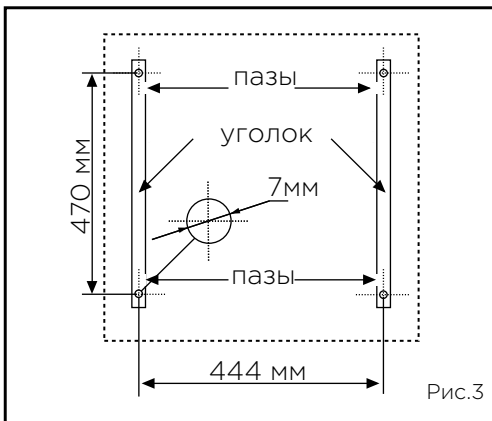

Рис.3
3. Для монтажа светильников ССВ с типом корпуса “накладной” необходимо сначала закрепить на верхнем основании (потолке) два уголка, как показано на рис. 3. Затем повесить светильник, вставив в пазы уголков (на рис.3 обозначены стрелками) кромки (ушки) (на рис.4 обозначены стрелками) корпуса светильника.